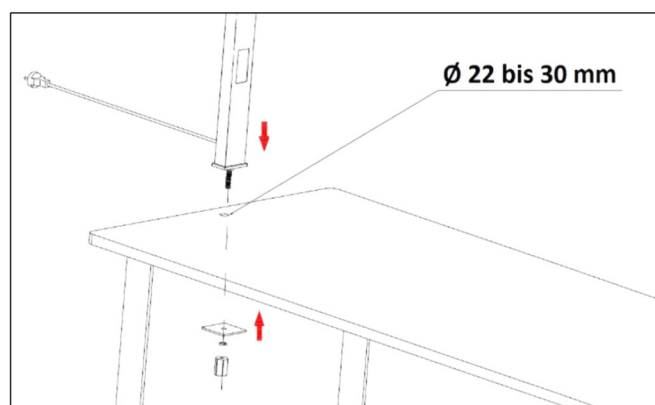

Abb. 9: Montage der PRIMO TI in der Tischplatte
6. Die Tischplatte ggf. vorbereiten (Abb. 9) und die PRIMO am Tisch montieren (Abb. 9 und 10)